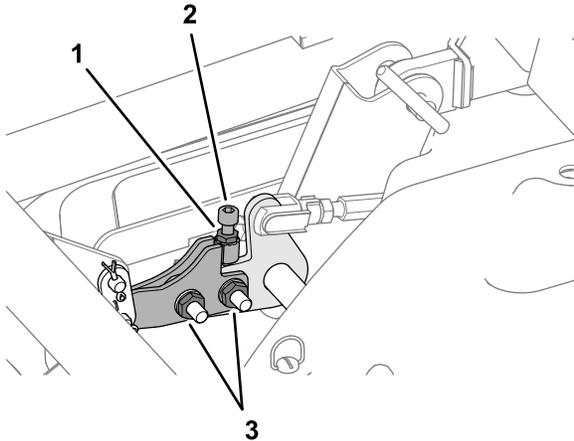

図 123
- 水平調整リンクを固定しているナット2 個をゆるめる 図 123。
- ソケットヘッドボルトを固定しているジャムナットをゆるめる 図 123。
- 調整ができれば、水平調整リンクのナット2 個とソケットヘッドボルトのジャムナットを締め付ける 図 123。
7. デッキ傾斜アジャスタのジャムナット 図 123を締めつける。